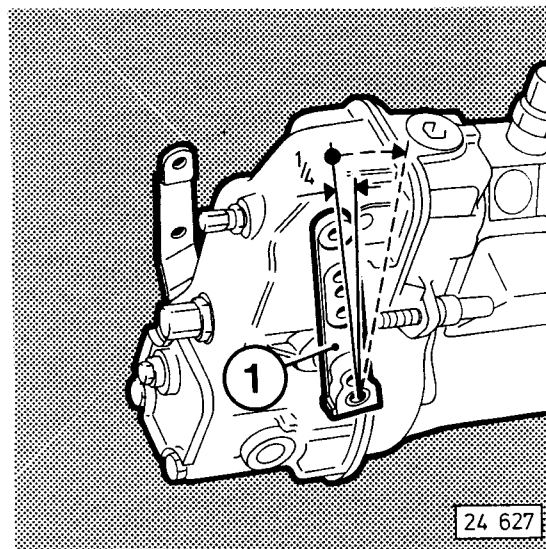

Fig. 18
- Drehzahlverstellhebel 1 (Fig. 18) durch Hand- oder Fußhebelbetätigung auf etwa $\frac{1}{4}$ Drehzahlstellung bringen.